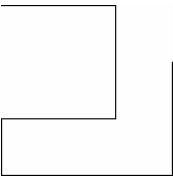
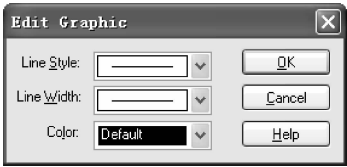

图 6-74 不闭合图形
图 6-75 “Edit Graphic (编辑图形)”对话框
4. 多段线命令还可以绘制如图 6-74 所示的不闭合图形，双击该图形，弹出如图 6-75 所示的“Edit Graphic (编辑图形)”对话框，该对话框与直线命令的属性设置对话框相同，这里不再赘述。